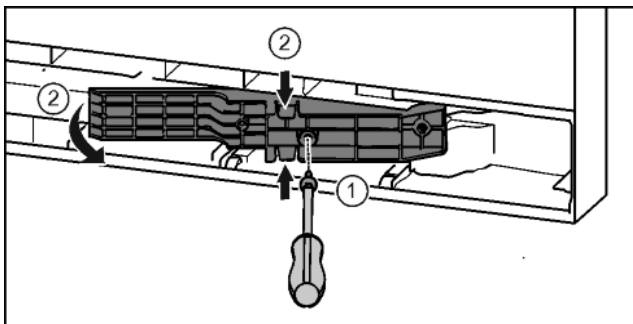

Fig. 22*
- Oldja ki a csavarokat a T15 csavarhúzóval.* Fig. 22 (1)
- Húzza ki az illesztődarabot.* Fig. 22 (2)